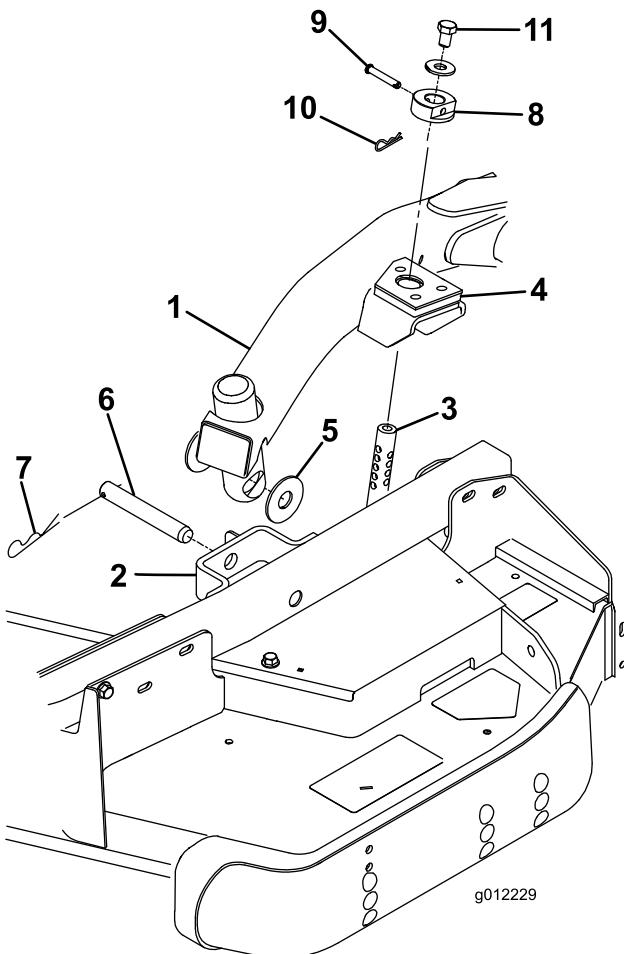

Figura 4
2. Desloque a alavanca de elevação para a posição Suspensa. Empurre um braço de elevação para baixo até que os furos no braço fiquem alinhados com os furos do suporte do braço da roda giratória e a haste de altura de corte possa ser inserida nas pastilhas do braço de elevação (Figura 4).
3. Prenda o braço de elevação ao braço da roda giratória com (2) anilhas de encosto, um passador de forquilha e um pino de gancho. Posicione as anilhas de encosto entre o braço de elevação e o suporte do braço da roda giratória (Figura 4). Insira a extremidade do ganho na ranhura da patilha do braço da roda giratória para fixar o contrapino.
pernos do ganho (Figura 4). A cabeça do passador de forquilha deve ser posicionada virada para a frente da plataforma.
8. Instale um parafuso de 1/2 x 3/4 pol. e uma anilha na parte superior de cada vareta da altura de corte (Figura 4).